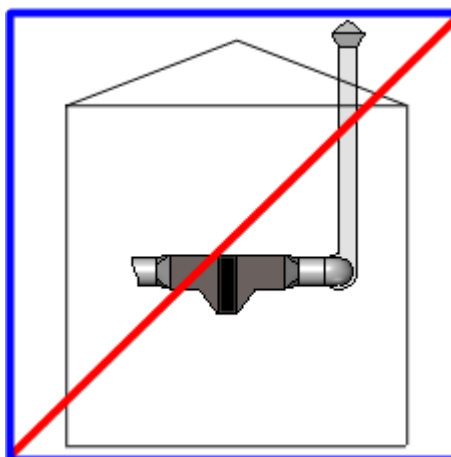

РИС. 7. ЗАПРЕЩЕНО ВКЛЮЧАТЬ ОБОРУДОВАНИЕ ПРИ СНЯТЫХ ЭЛЕМЕНТАХ КОРПУСА
- при снятых элементах корпуса (Рис. 7);